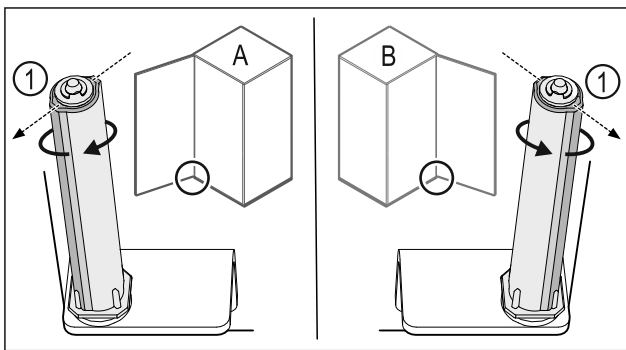

Fig. 49 Atidarymas į kairę (A) / atidarymas į dešinę (B)
- Sukite uždarymo sistemą, įveikdami pasipriešinimą, kol uždarymo sistemos pertvara Fig. 49 (1) bus nukreipta į išorę.